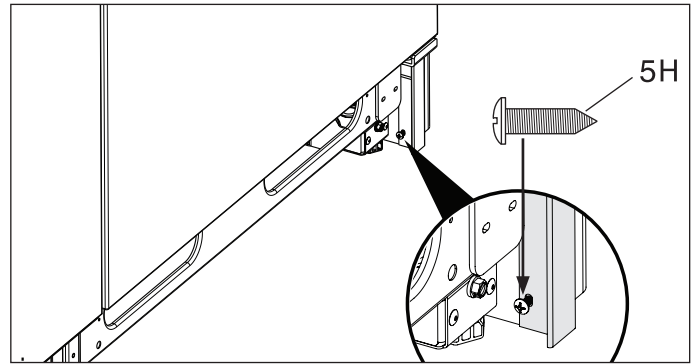

Figura 17
- Ajuste la parte inferior de la moldura lateral con el tornillo. (Consulte la Figura 17).